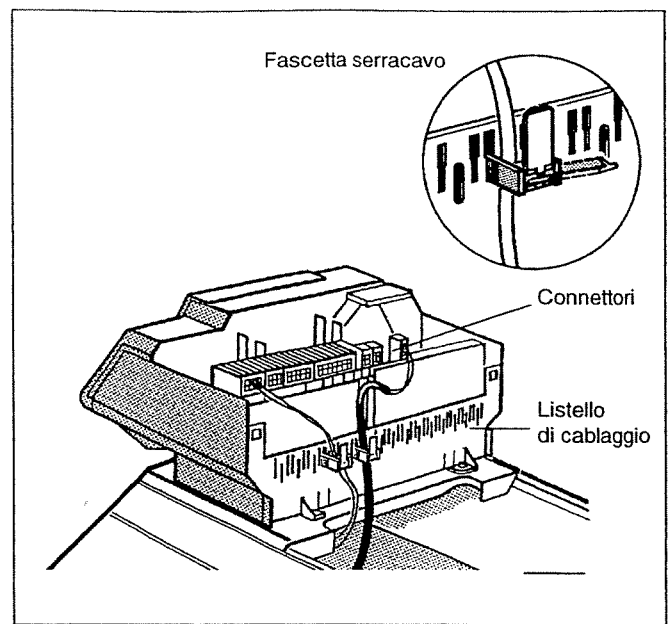

Fig. 16: Connettori e fascetta serracavo
- Realizzare gli allacciamenti elettrici da parte del committente ai connettori dell'apparecchio di regolazione come da schema elettrico (Fig. 16). I connettori possono essere facilmente rimossi dalla striscia connettori utilizzando un cacciavite.
- Fissare tutti i cavi con fascette serracavo: inserire dall'alto la fascetta serracavo con il cavo posata nella fessura del listello di cablaggio; la costola della leva deve essere rivolta verso l'alto. Spingere la fascetta serracavo in basso e sottoporla ad una contropinta. Portare la leva verso l'alto (Fig. 16).